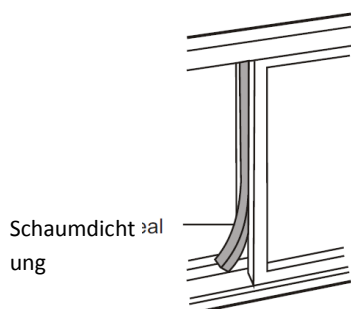

Abb. 15
5. Schneiden Sie die Schaumdichtung auf eine geeignete Länge ab, und dichten Sie den offenen Spalt zwischen dem inneren und äußeren Fensterflügel ab. Wie in Abb. 15 gezeigt.